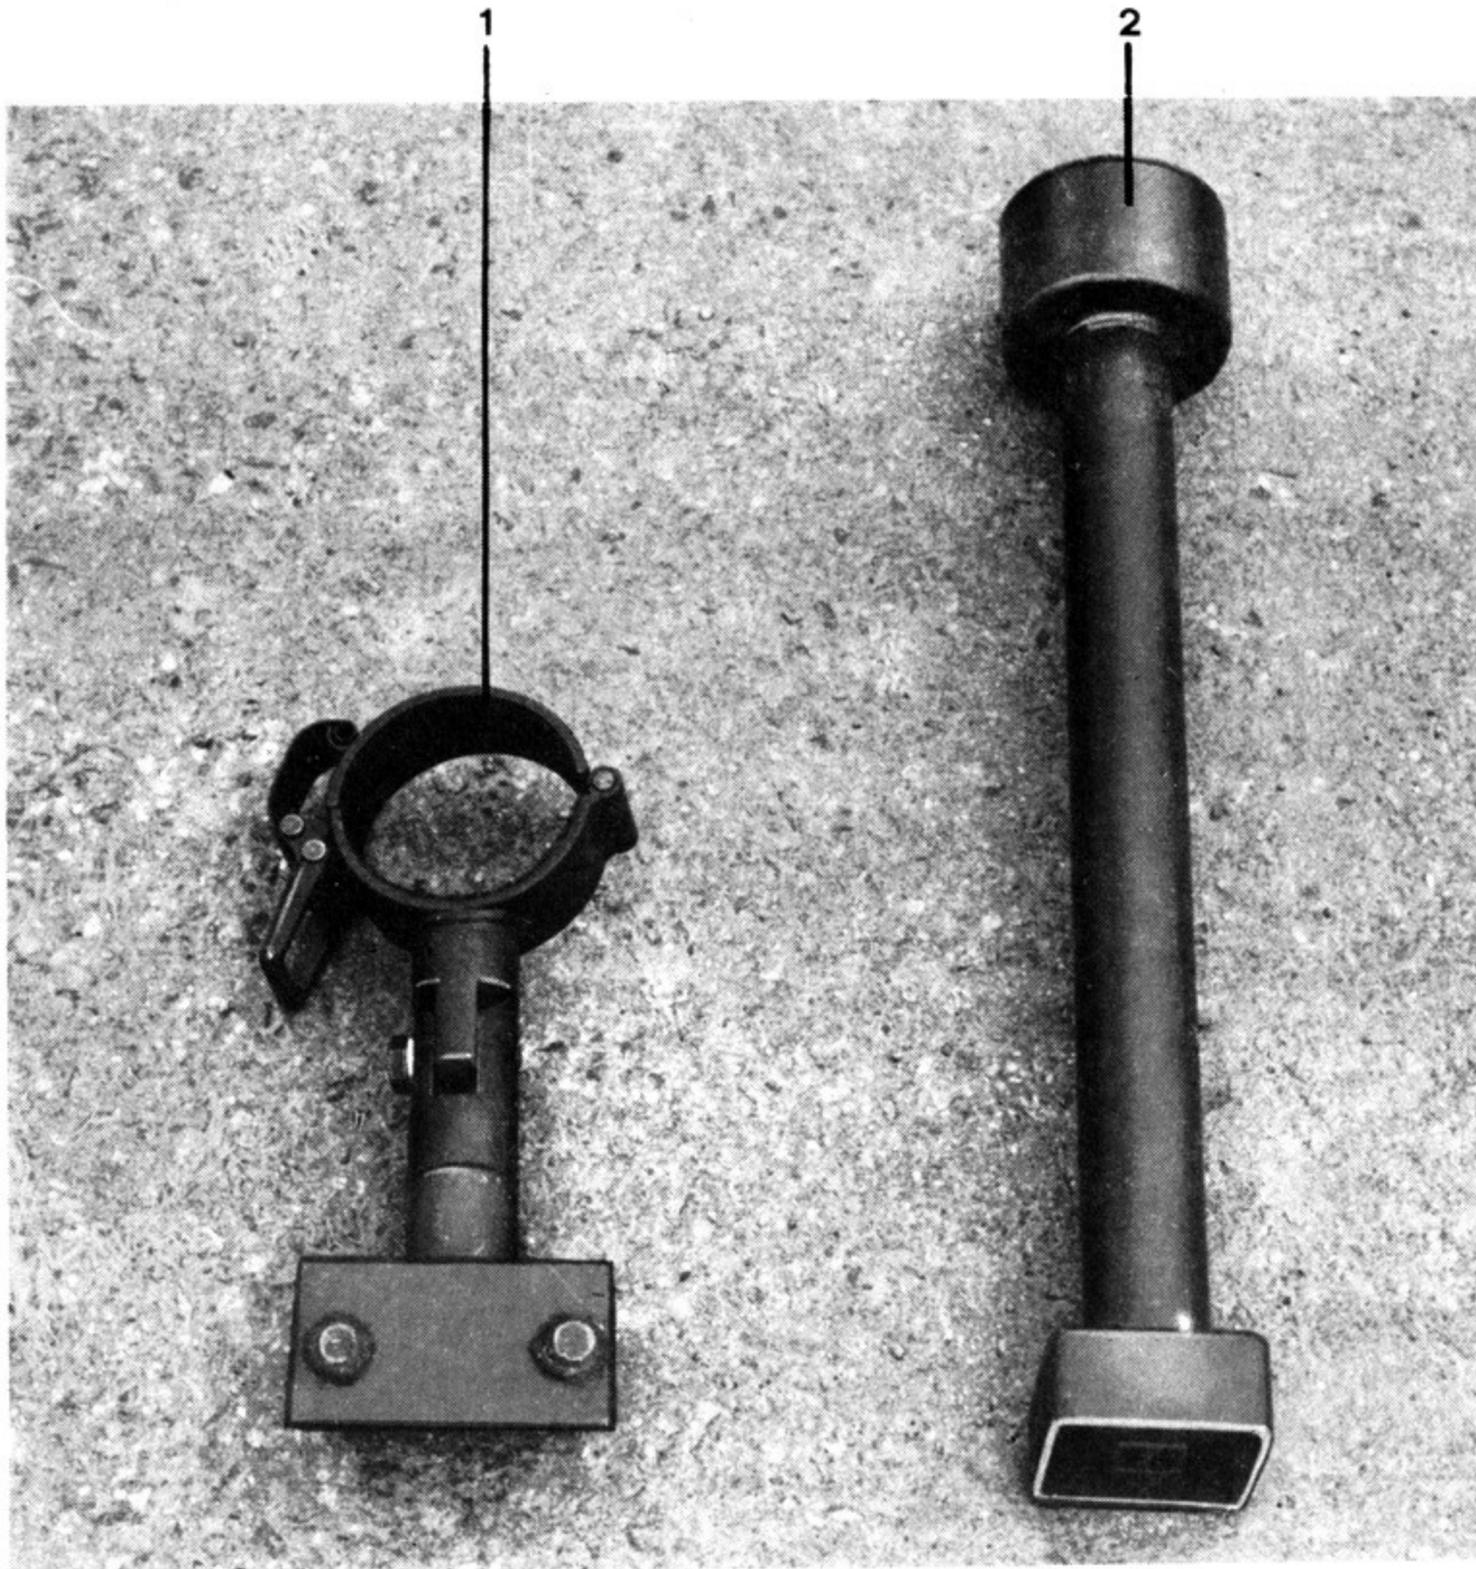

Fig 7 – Zubehörmaterial FA-412
- ²Halterung zu Kurbelmast (Fig 7/1) in den Support am Kdo Pz stecken (Fig 1/3).
- ³Mastverlängerung (Fig 7/2) mit Vierkant in Mastfussplatte stellen.